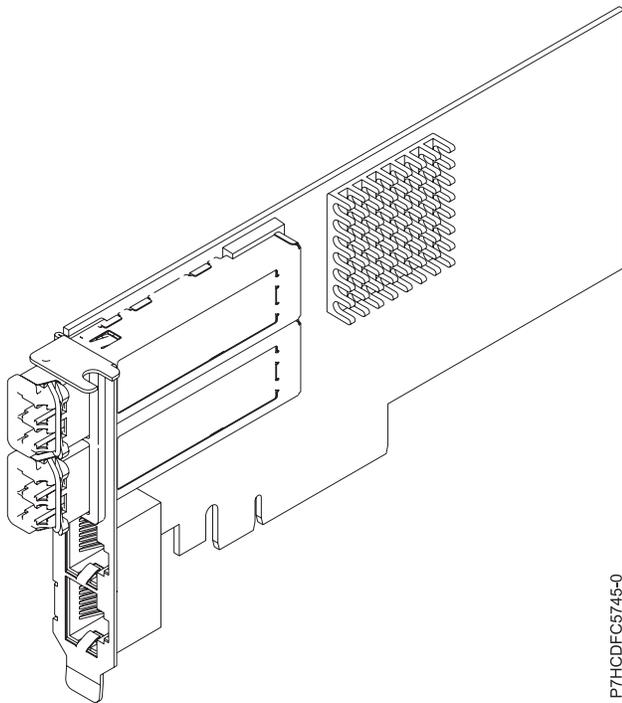

Figura 11. Adaptador FC EN0L
El adaptador de cuatro puertos proporciona dos puertos twinaxiales de cobre FCoE de 10 Gb y dos puertos Ethernet RJ45 de 1 Gb. Los dos puertos FCoE de 10 Gb están conectados mediante conectores de tipo pequeño (LC). Cada puerto FCoE proporciona conectividad Ethernet con una velocidad de datos nominal de 10 Gbps (gigabits por segundo). Cada uno de los puertos de 1 Gb proporciona conectividad Ethernet a una velocidad de datos de 1 Gbps y está conectado con cables Ethernet. Una velocidad de datos de 10 Mb no está soportada. La Figura 11 muestra el adaptador FC EN0L.